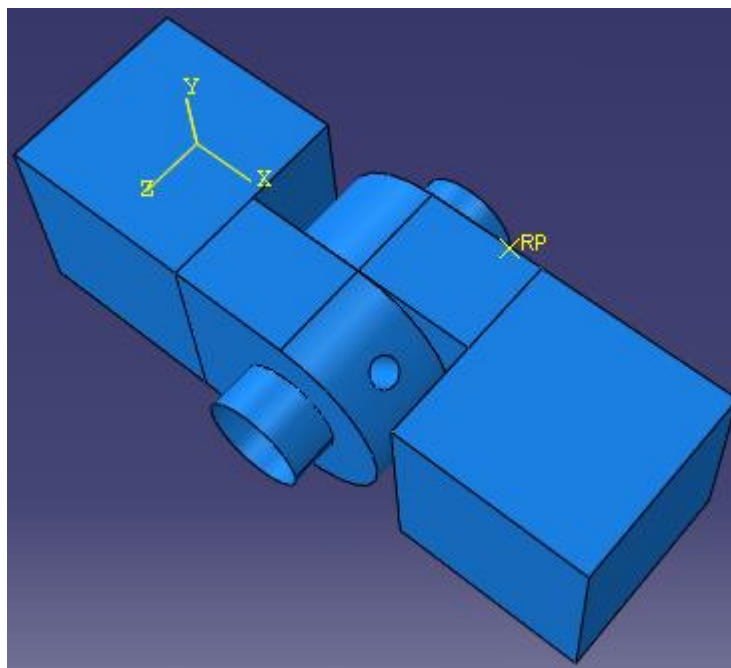

Рисунок. 7.47 - Расположение штифта в сборке (Этап 3)
**Abaqus/CAE** переместит штифт на расстояние 0.02 вдоль оси Z и покажет изображение его нового положения (Рисунок. 7.47).